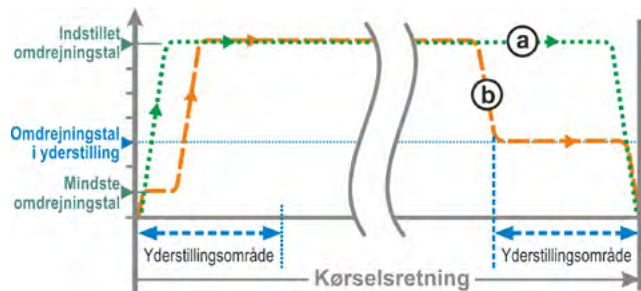

Fig. 3: Omdrejningstal i yderstilling „hurtigstart/-stop“
- Ved **vandringsafhængig** frakobling reduceres omdrejningstallet kort før yderstillingen, således at aktuatoren kommer til stilstand, se fig. 3, kurve a.